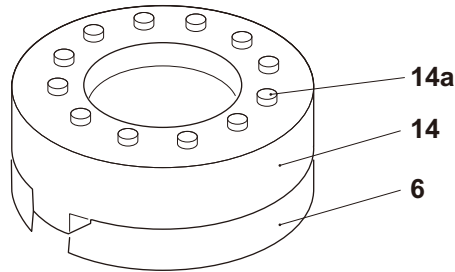

Fig. 10
- > Asegúrese de que la palanca de fijación SDS (1) está cerrada y coloque el producto mirando hacia arriba en una superficie plana y estable.
- > Coloque el adaptador del portaherramientas (14) en el portaherramientas SDS (6) y asegúrese de que están acoplados (Fig. 10).